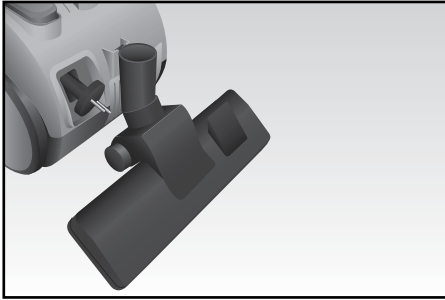

Fig. 5
Riporre quindi l'apparecchio, inserendo eventualmente la spazzola pavimenti (I) nel relativo gancio posto nella parte posteriore dell'apparecchio (Fig. 5).